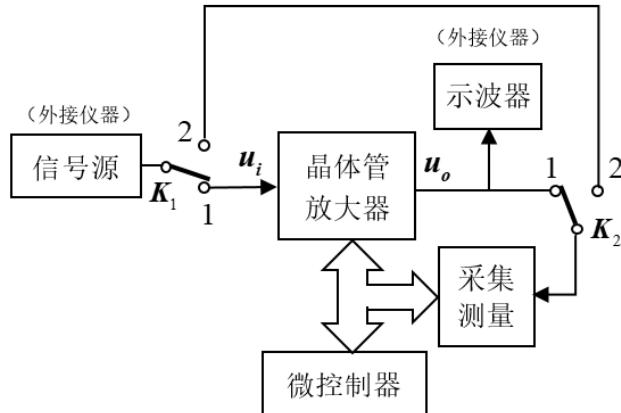
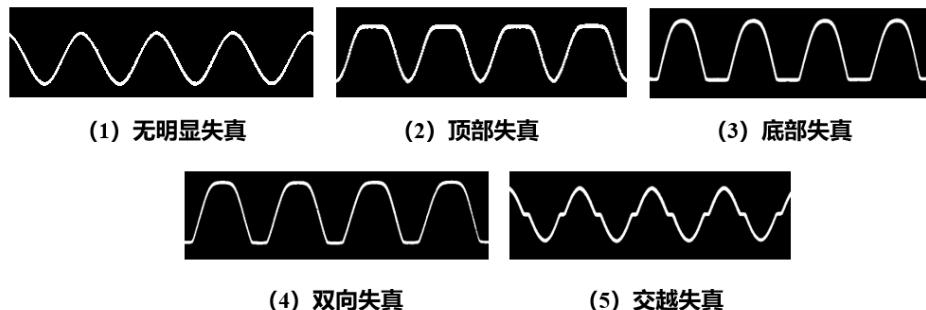

图 1 放大器非线性失真研究装置组成框图
图2 无明显失真及四种具有非线性失真的 u_o 示意波形
设计并制作一个放大器非线性失真研究装置，其组成如图1所示，图中的 K_1 和 K_2 为 1×2 切换开关，晶体管放大器只允许有一个输入端口和一个输出端口。
(1) 限用晶体管、阻容元件、模拟开关等元器件设计并实现图1中的受控晶体管放大器, 其输出的各种失真或无明显失真的信号必须出自该晶体管放大电路, 禁用预存失真波形数据进行D/A转换等方式输出各种失真信号。
(2) 在设计报告中, 应结合电路设计方案阐述出现各种失真的原因。
(3) 无明显失真及四种具有非线性失真电压 u_o 的示意波形如图2所示: